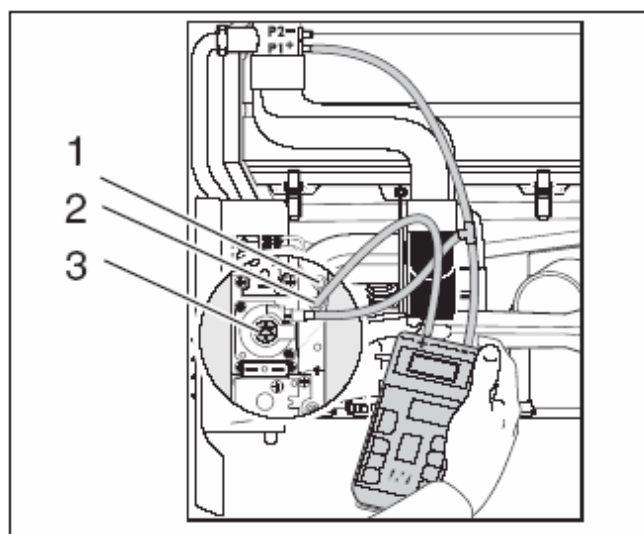
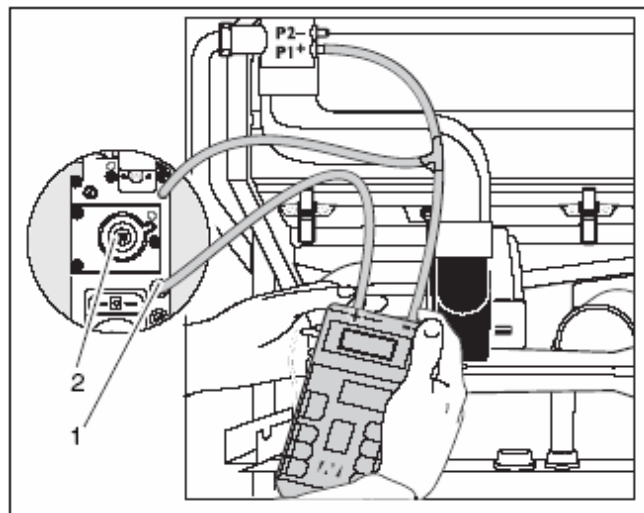

Рис. 28 Проверка и настройка соотношения газ-воздух (арматура Honeywell)
Рис. 29 Проверка и настройка соотношения газ-воздух (арматура SIT)
- Стянуть нижний шланг с газо-воздушного сопла и вставить в разрыв шланг с тройником (рис. 28 или рис. 29).
- Вывернуть винт на ниппеле для измерения давления горелки в арматуре Honeywell (рис. 28, поз. 2) на два оборота, в арматуре SIT (рис. 29, поз. 1) – полностью.
- Вывернуть винт на ниппеле для измерения давления (рис. 28, поз. 1) на два оборота, в арматуре SIT (рис. 29, поз. 1) – полностью.
- Plusовое присоединение измерительного устройства соединить шлангом с ниппелем для измерения давления горелки (рис. 28, поз. 2 или рис. 29, поз. 1).
- При отклонении соотношения газ-воздух от указанных величин подстроить его регулировочным винтом (рис. 28, поз. 3 или рис. 29, поз. 2).
- Измерить и записать содержание CO_2 . Содержание CO_2 при частичной нагрузке должно быть на $0,7 \%$ ниже, чем при полной нагрузке. Если результат измерения слишком высок или слишком низок, настроить соотношение газ-воздух при частичной нагрузке регулировочным винтом арматуры газовой горелки (рис. 28, поз. 3 или рис. 29, поз. 2).